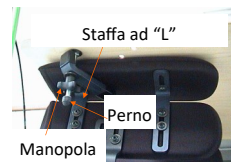

fig. 22: meccanismo estraibile
**(opzione 1) meccanismo estraibile** (fig. 22)